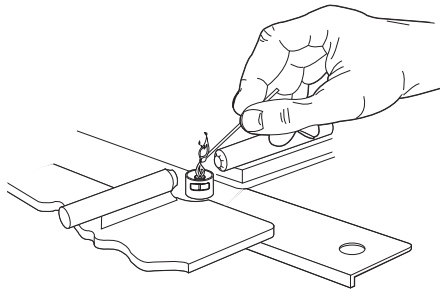

Figura 12
4. Encienda dos pilotos de adelante con una cerilla como muestra el figura 12.